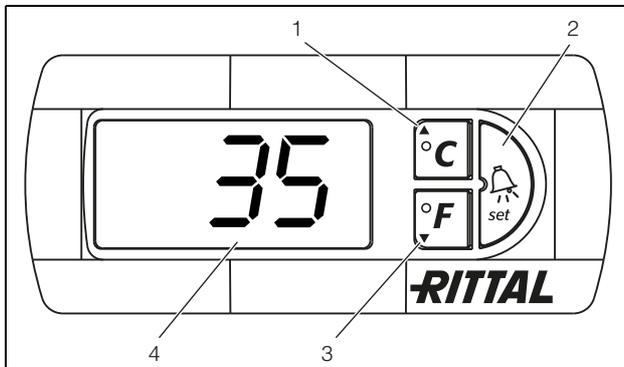

Fig. 17: Controllo e-Comfort
Il controllo e-Comfort dispone di un display a 7 segmenti (fig. 17, nr. 4). Dopo aver attivato l'alimentazione, sul display appare per circa 2 secondi anzitutto la versione del software in uso e la funzione Eco Mode attivata, successivamente l'opzione preimpostata (ad es. t10) o la temperatura.
Per la programmazione dell'apparecchio si utilizzano i tasti 1 - 3 (fig. 17). I relativi parametri vengono visualizzati in modo analogo sul display.
- Premere contemporaneamente i tasti 1 e 2 (fig. 17) per min. 5 secondi.
Con i tasti 1, 2 e 3 (fig. 17) è possibile modificare 24 parametri entro i campi predefiniti (valore min., valore max.).